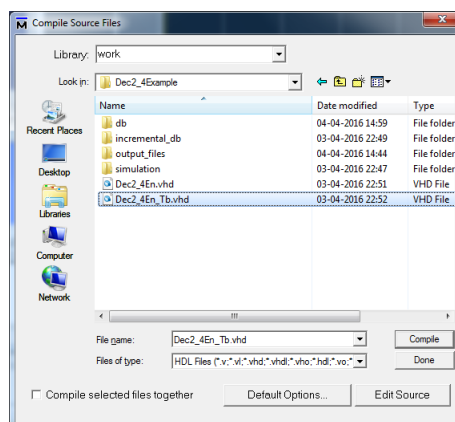

Figura 4 – Compilação da *testbench* “Dec2\_4En\_Tb.vhd”.
8. Compile a *testbench* através do menu “Compile → Compile”, seleccionando o ficheiro “Dec2\_4En\_Tb.vhd” e premindo “Compile” (Figura 4).